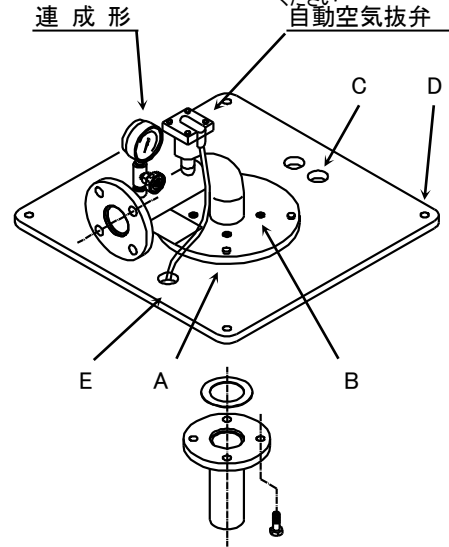

図4
- (10) 水撃(ウオータハンマ)が起こる危険性のある場合は急閉逆止弁を設けるなどの対策を施してください。
- (11) 台板の据付、曲管、自動空気抜き弁ならびに連成計の取付
- (a) 特別附属品として当社の台板をお買い上げの方は、図4のようにBMSポンプから立ち上がっている揚水管のフランジを台板の下からネジ穴Bを用いてボルトに固定してください。ボルトAは曲管を台板に固定しているもので緩みがないかご確認ください。次にケーブル保護ゴムブッシュ付の穴Cに水中ケーブルを通してください。台板は必ず基礎ボルトで固定してください。(穴D)
- (b) 吐出し曲管に連成計と、始動時の揚水不能の防止および停止時の真空破壊のための自動空気抜き弁を取り付けてください。自動空気抜き弁のビニールホースは台板の穴Eにさしこんでください。(図4参照) その際、ホースが振れまわらないように吐出し曲管に固定してください。